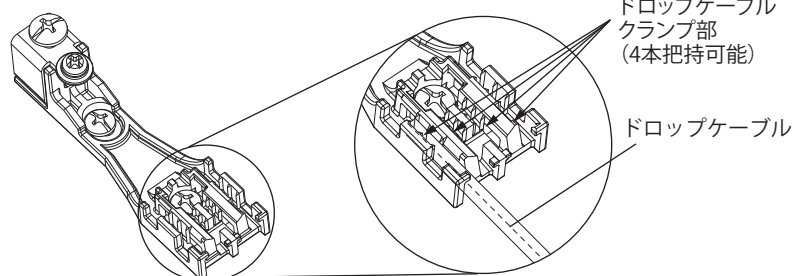

図3 ドロップケーブル固定
3. ドロップケーブルクランプ部にドロップケーブルを挿入して固定してください。(図3)